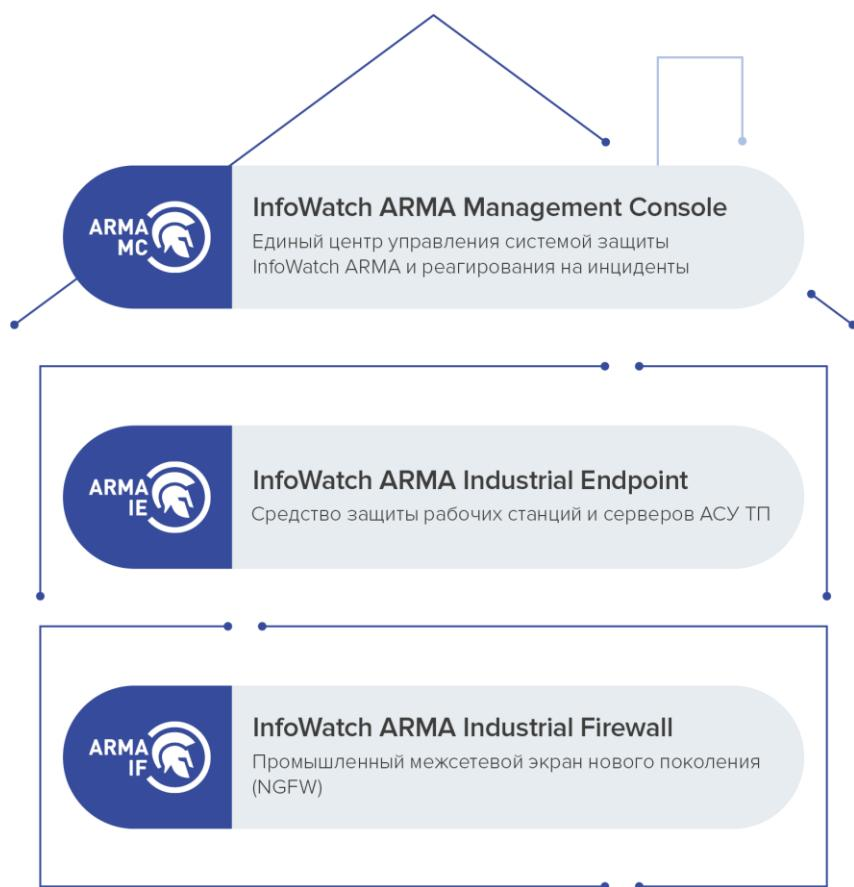

Рисунок 1 – Отечественная система защиты информации InfoWatch ARMA
**InfoWatch ARMA** – это отечественная система (см. Рисунок 1) для защиты информации в автоматизированной системе управления технологическим процессом (АСУ ТП), выполняющая следующие функции: